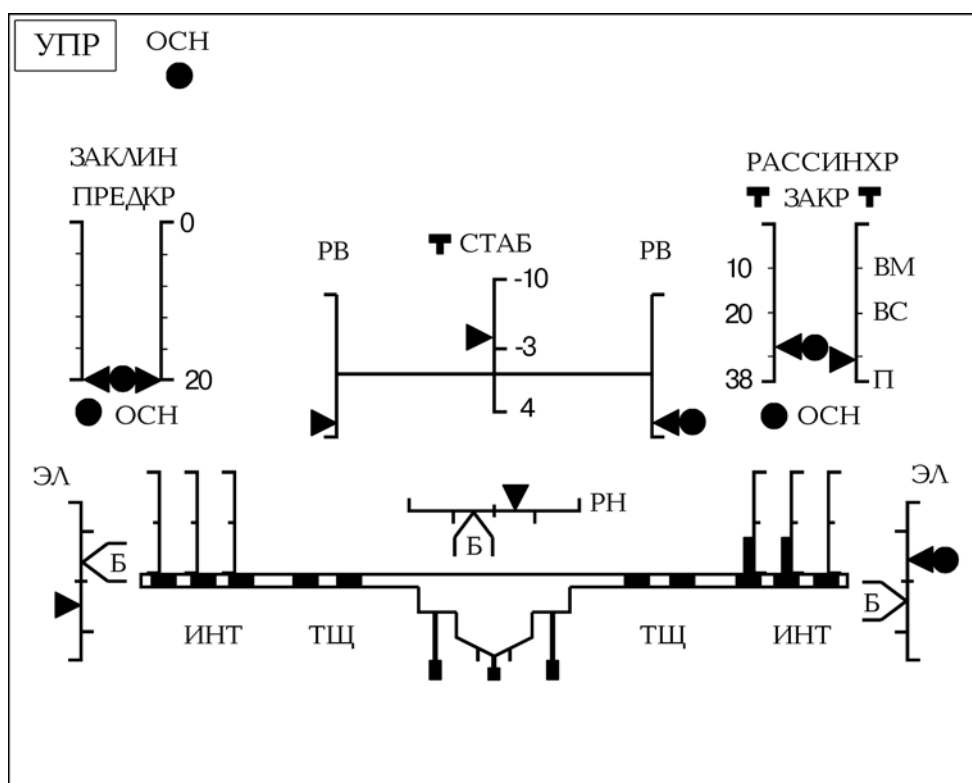

Рис. 11 Основной режим работы ЭДСУ. Посадка на сушу с примерами отдельных контролируемых отказов
- *Рис. 11* — посадка на сушу с примерами индикации отдельных контролируемых отказов (основной режим работы ЭДСУ);